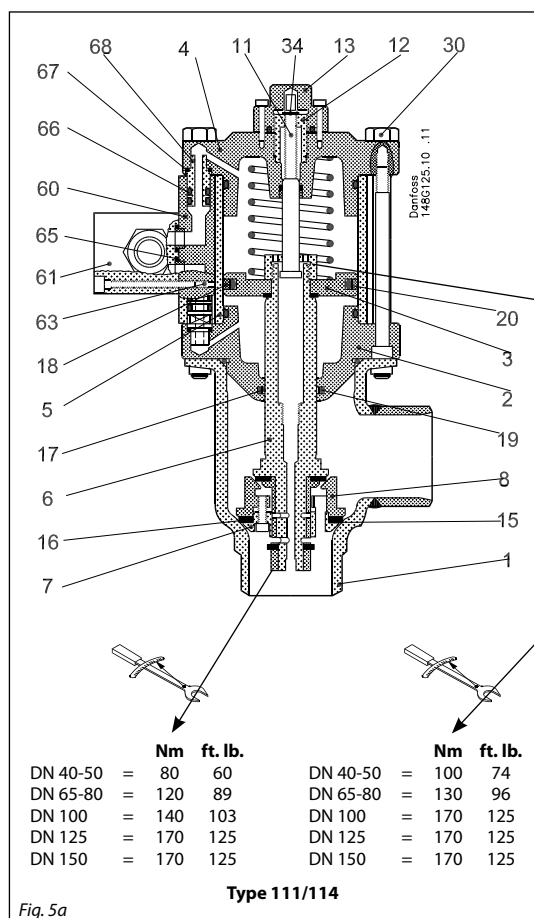
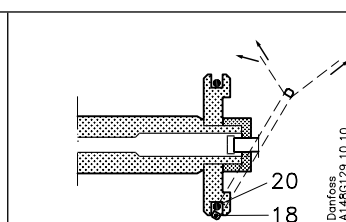

Fig. 5a
Fig. 7
- Mount the O-ring (20) and then the sealing ring (18) as shown in fig 7. In order not to damage the ring use 2 plastic strips to pull the ring to the right place.
- Mount the O-rings (66) on nipples for the pilot connection. Mount the nipples (68) with the gaskets (67), tighten 30-35 Nm.
Turn the piston (3) as shown on fig. 5a.
- F. Monter O-ringen (20) og derefter tætningsringen (18) som vist på fig. 7. Undgå at beskadige ringen ved at anvende 2 plasticstrimler til at trække ringen på plads.
- G. Monter O-ringene (66) på niplerne til pilotforbindelserne. Monter så niplerne (68) med pakningerne (67), spænd med 30-35 Nm.
**Vend stemplet (3) som vist på fig. 5a.**
- F. Montieren Sie den O-ring (20) und danach den Dichtungsring (18), siehe hierzu Abb. 7. Verwenden Sie 2 Plastikstreifen um den Ring an die richtige Stelle ziehen, damit Sie den Ring nicht verletzen.
- G. Montieren Sie die O-ringe (66) auf die Nippel für den Pilotanschluß. Die Nippel (68) mit den Dichtungen (67) montieren, 30-35 Nm anziehen.
**Den stempel (3) wie auf fig. 5a. gezeigt montieren.**
- G. Montar los aros tóricos (66) en los racores para las conexiones de piloto. Montar los racores (68) con las guarniciones (67), apretar 30-35 Nm.
**Colocar el pistón (3) como indicado en la fig. 5a.**